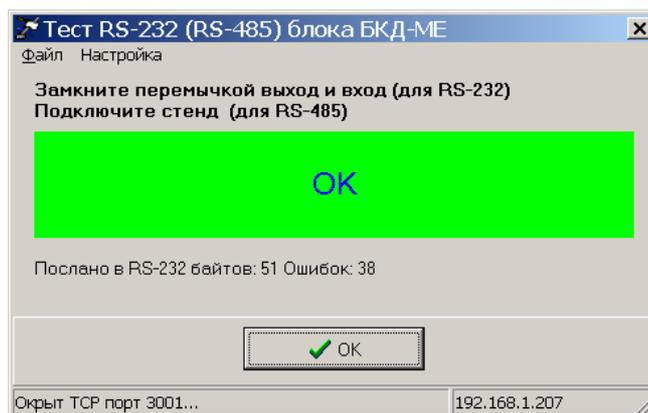

Рисунок 32
5) При исправном последовательном интерфейсе RS-232 после десяти звуковых сигналов окно автоматически закроется – тест успешно завершен (рисунок 32).
- 4) При исправном последовательном интерфейсе RS-485 после десяти звуковых сигналов окно автоматически закроется – тест успешно завершен (рисунок 32).